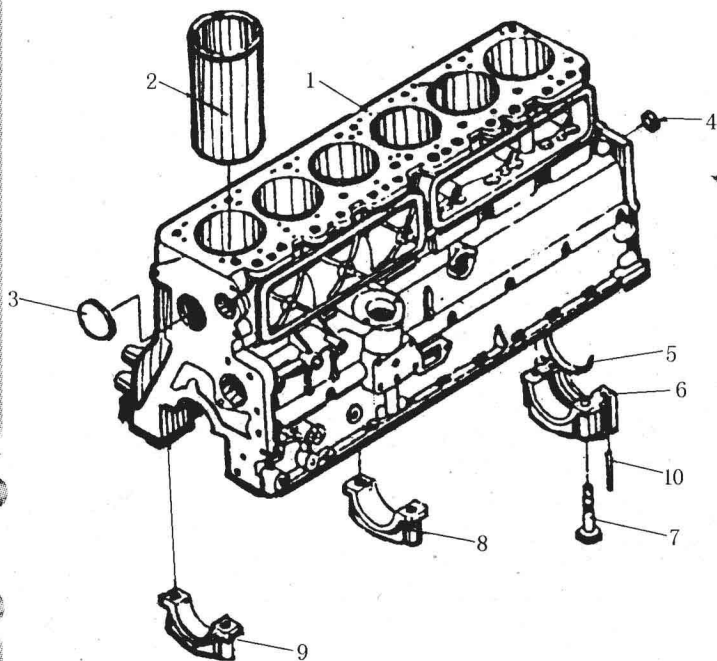
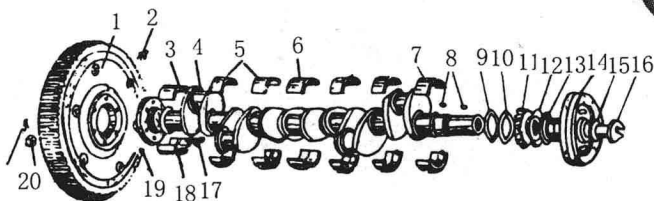

图 2 发动机气缸体和曲轴箱示意图
图5 解放 CA10B 型汽车发动机曲轴飞轮组
(1) 曲轴连杆机构。这是发动机进行能量转换和动力传递的机构,这个机构主要由发动机的气缸体、气缸盖、活塞、连杆、曲轴、飞轮等机件组成(见图 2~图 5)。